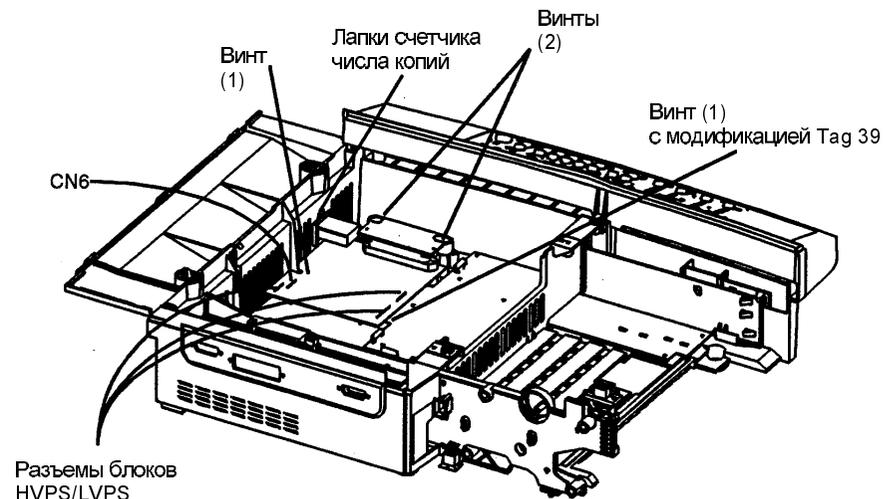

Рис. 1. Демонтаж главной печатной платы
11. Снимите главную печатную плату (Рис. 1).
- c. Выверните винты (3).
- d. Если аппарат оснащен модификацией Tag 39, то выверните винт (1) и снимите зажим (зажим не показан).
1. Установите главную печатную плату (смотрите Рис. 1 процедуры демонтажа).
Следующий этап действий предназначен для аппаратов, оснащенных податчиком SDF. Разъем жгута SDF может быть перевернут. Убедитесь, что ленточный кабель SDF подсоединен так, что плоский ленточный кабель расположен согласно Рис. 1.